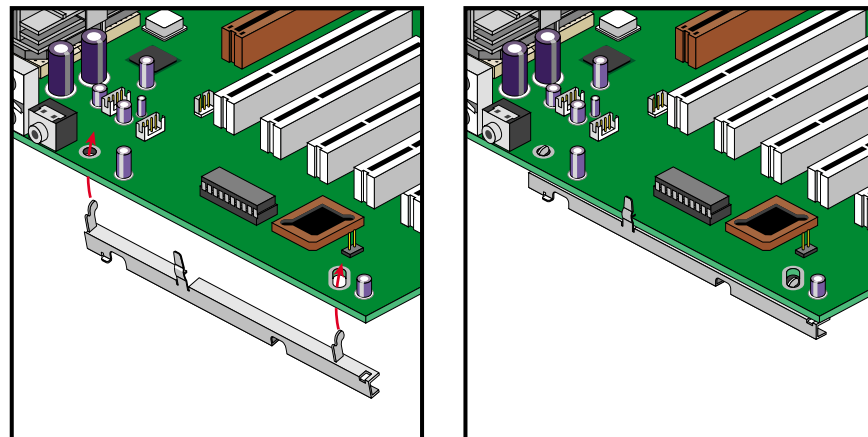

Abbildung 2-23 Befestigen der Halterung an der Systemplatine
1. Zum Befestigen der Halterung an der Systemplatine setzen Sie die Haken der Halterung in die entsprechenden Aussparungen in der Systemplatine und drücken den Löseclip an die Platine, bis er einrastet. Abbildung 2-23 veranschaulicht das Vorgehen.